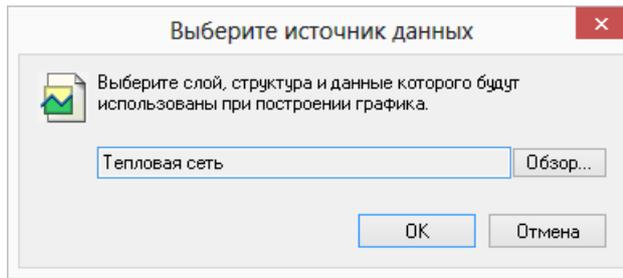

Рисунок 17.11. Окно выбора слоя
2. Нажмите кнопку редактора шаблона  и выберите слой редактируемого пьезометрического графика (см. Рисунок 17.11, «Окно выбора слоя»).